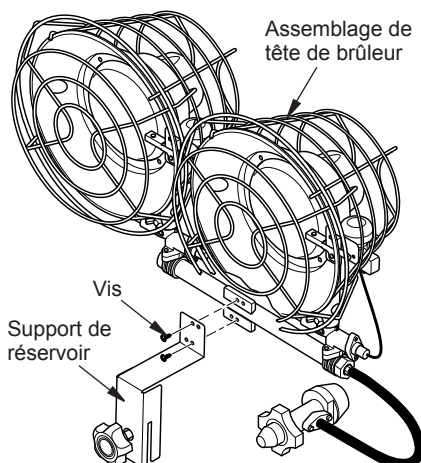

Figure 2 - Fixation brûleur double pour support de réservoir
3. **MODÈLES À 30 000 BTU** Aide de 2 vis de quincaillerie, fixez le support du réservoir au brûleur comme le montre la figure 2.